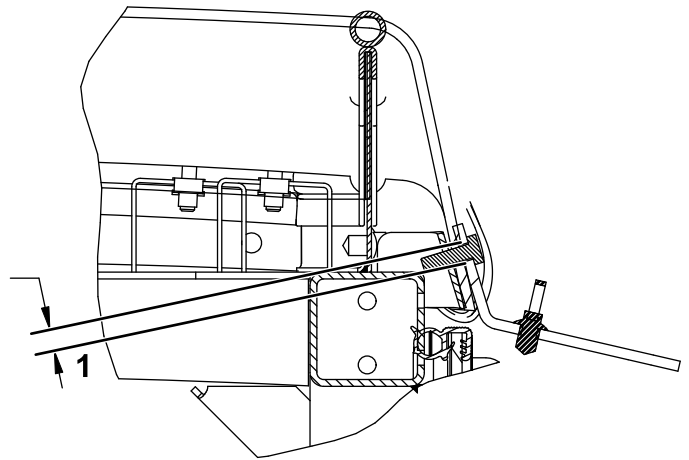

Figura 4
1. Faça um furo ($\frac{3}{8}$ pol.) na parte de trás do teto (Figura 4).